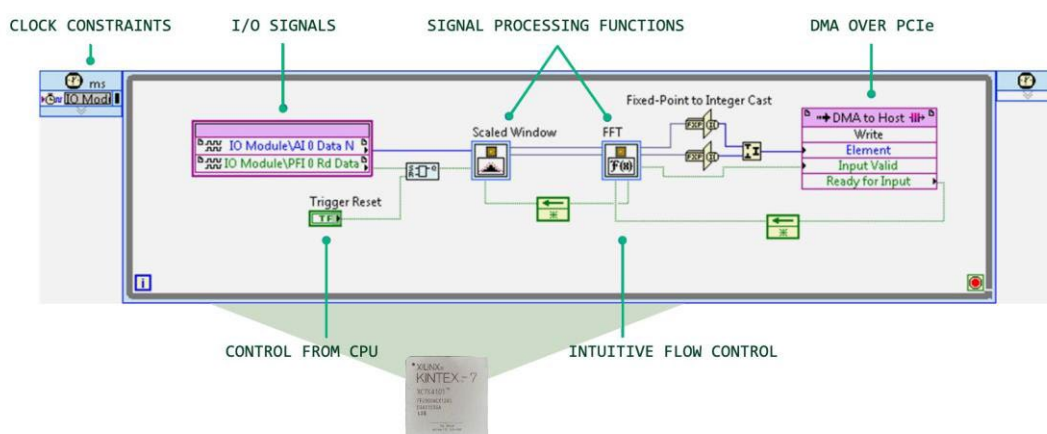

图 14. 简单 LabVIEW FPGA 程序框图
- ◆ 开发示例：图 14 为简单 LabVIEW FPGA 程序框图。